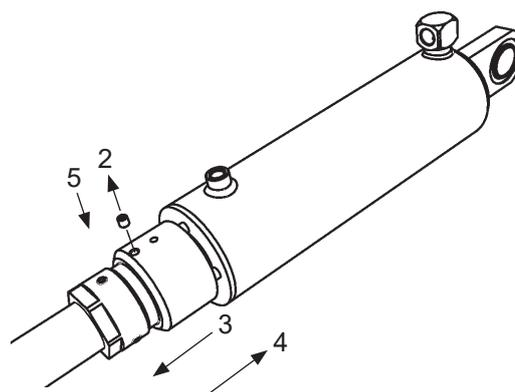

Figura 43. Tope y su tornillo de bloqueo
2. Aflojar el tornillo de bloqueo del tope (2). Enroscar el tope totalmente hacia atrás, hacia el puente de elevación (3). Figura 43.
4. Ajustar el tope por completo hacia la culata del cilindro (4). Figura 43.
5. Apretar el tornillo de bloqueo en el tope (5). Véase Figura 43.